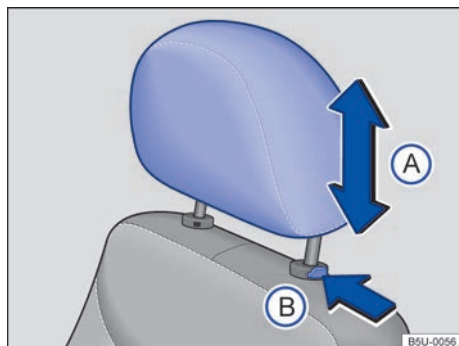

Fig. 37 Desmonte el apoyacabezas delantero.
- Pulse la tecla → fig. 37 (B) en el sentido de la flecha. Retire el apoyacabezas mientras presiona la tecla.
- Empuje el apoyacabezas totalmente hacia abajo con la tecla → fig. 37 (B) presionada.